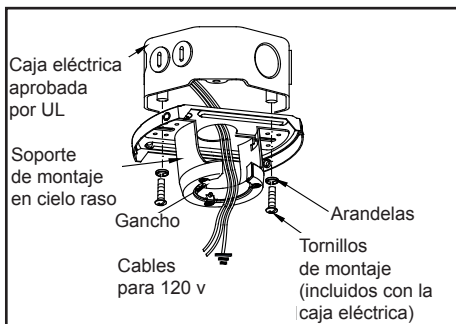

Figura 11
1. Pasa los cables de suministro de 120 V a través del orificio central en el soporte de montaje deslizante. (Figura 11)
2. Instala el soporte de montaje deslizante sobre la caja eléctrica deslizando aquel sobre los dos tornillos incluidos con la caja. Si es necesario, usa arandelas niveladoras (no incluidas) entre el soporte de montaje deslizante y la caja eléctrica. El lado plano del soporte tiene que quedar apuntando hacia la caja, como se muestra. (Figura 11)